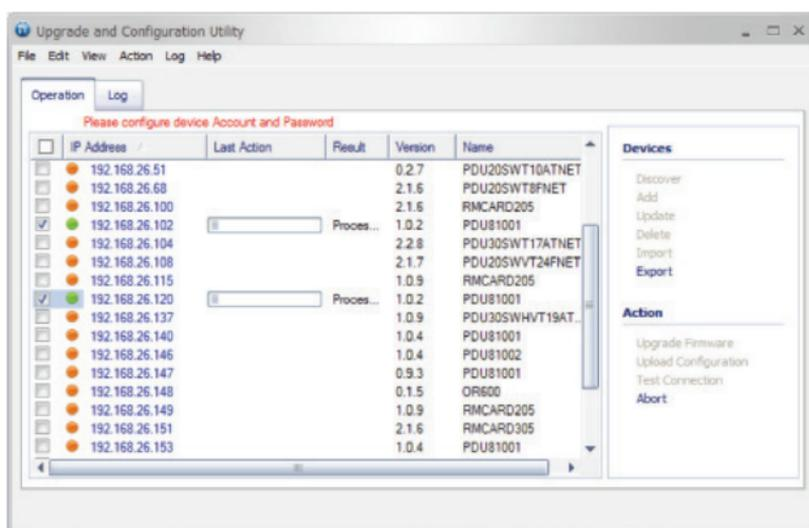

Figure 6
9. La barre de progression de la mise à niveau s'affiche dans la colonne **Last Action** (Dernière action) (illustrée dans la Figure 6).